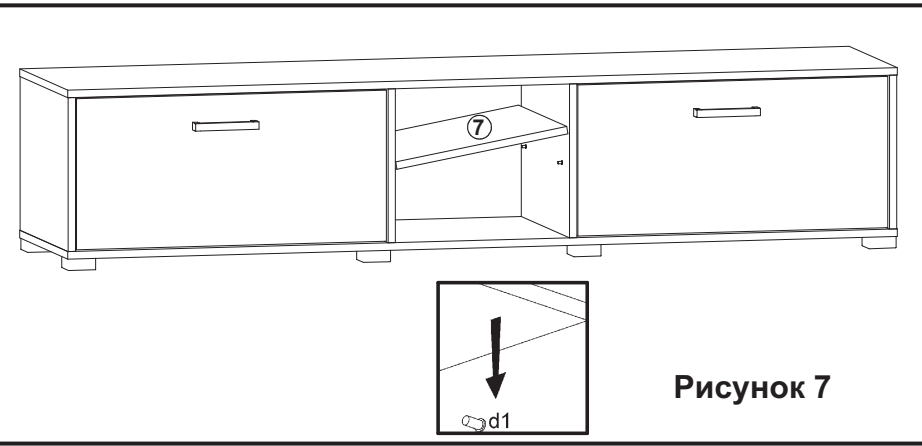

Рисунок 7
17. Установить полку переставную **7** на полкодержатели **d1** (см. рис. 7).